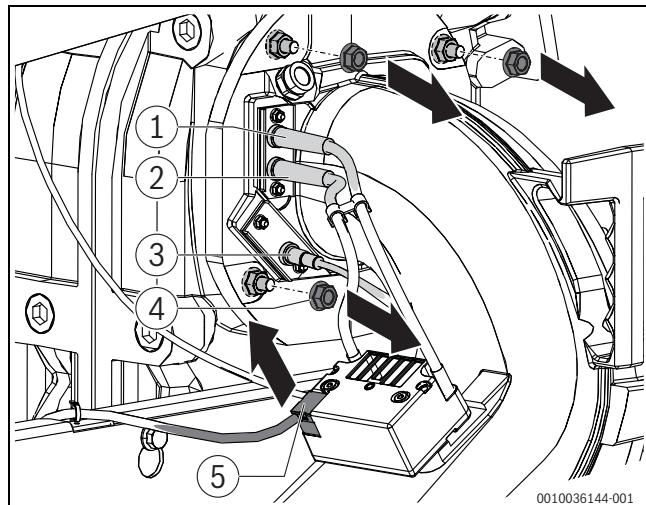

Рис. 49 Отключение соединительного кабеля трансформатора зажигания
- Отключите соединительный кабель трансформатора зажигания (→Рис. 49, [5]).
► Удалите 4 гайки крепления (→Рис. 49, [4]) сверху на смесительном патрубке.
- Удалите 4 гайки крепления (→Рис. 49, [4]) сверху на смесительном патрубке.